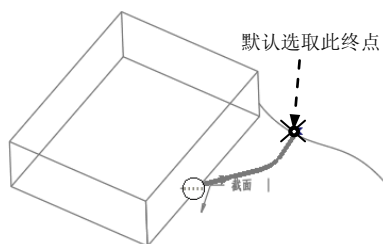
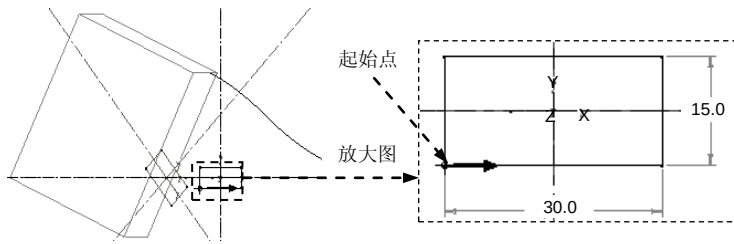

图 4.3.12 选取轨迹线的终点
图 4.3.13 第二个截面图形
(3) 定义第二截面在轨迹线上的位置点。在 **截面** 界面中单击 **截面位置** 文本框中的 **结束** 字符，系统默认选取图 4.3.12 所示的轨迹线的终点作为该截面在轨迹线上的位置点。
(4) 在 **截面** 界面中，将“截面 2”的 **旋转** 角度值设置为 0.0。
(5) 在 **截面** 界面中单击 **草绘** 按钮，此时系统进入 **草绘** 环境。
(6) 绘制和标注图 4.3.13 所示的截面图形，单击“确定”按钮 .